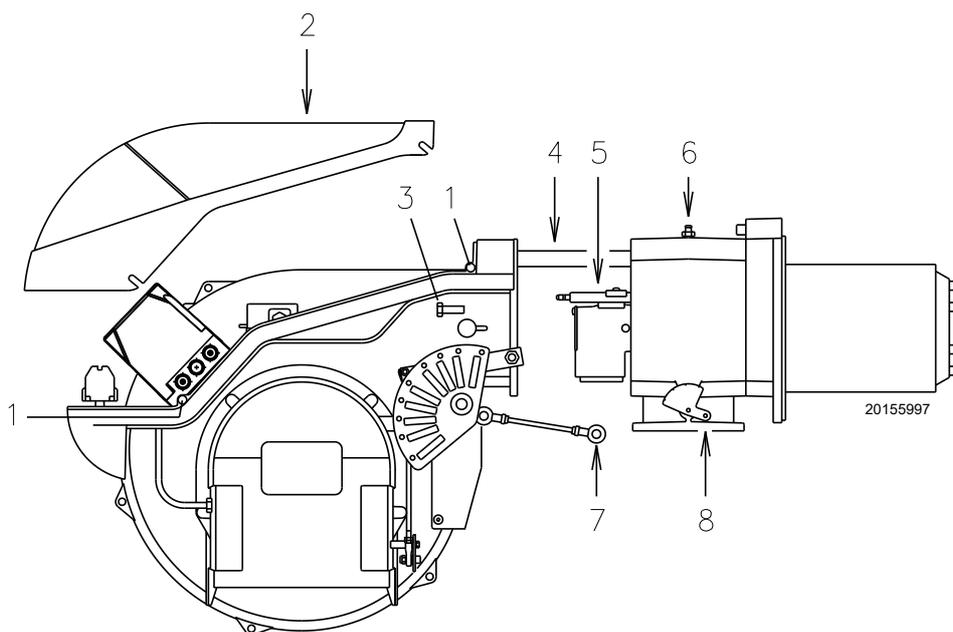

Abb. 39
Sicherstellen, dass die Gasaustritte für die Zündphase, die im Verteiler des Flammkopfs vorhanden sind, keine Verunreinigungen oder Rostablagerungen aufweisen. Im Zweifelsfall das Bogenstück (Abb. 39 auf Seite 33) ausbauen.
- Lockern Sie die 4 Schrauben 1)(Abb. 39) und entfernen Sie die Verkleidung 2)(Abb. 39).
- Haken Sie das Gelenk 7) aus dem Skalensegment 6)(Abb. 39) aus.